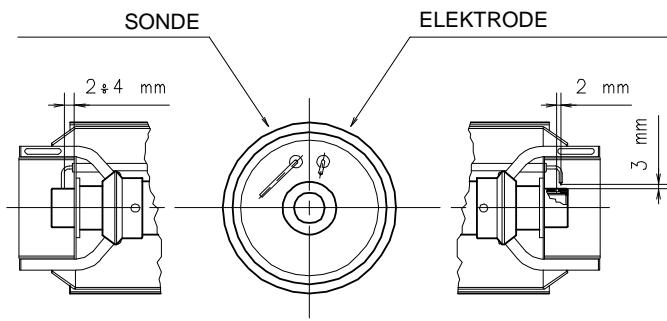

Fig. 15
Alvorens de brander op de ketel te bevestigen controleer, door de opening van de monding, of de sonde en de ontstekingselektrode wel in de juiste stand staan zoals in Fig. 15.
**VOORZICHTIG** De sonde niet draaien, maar ze laten zoals in (Fig. 15); als de sonde te dicht bij de ontstekingselektrode staat, kan de versterker van de controledoos beschadigd worden.